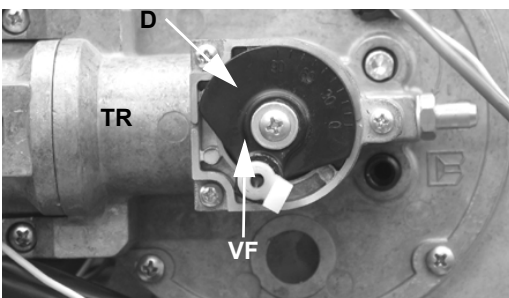

Fig. 15: Posizione standard
- 9 Svitare la vite **VF**. Ruotare di 180° il disco **D** e fissare la vite **VF** (Fig. 15).